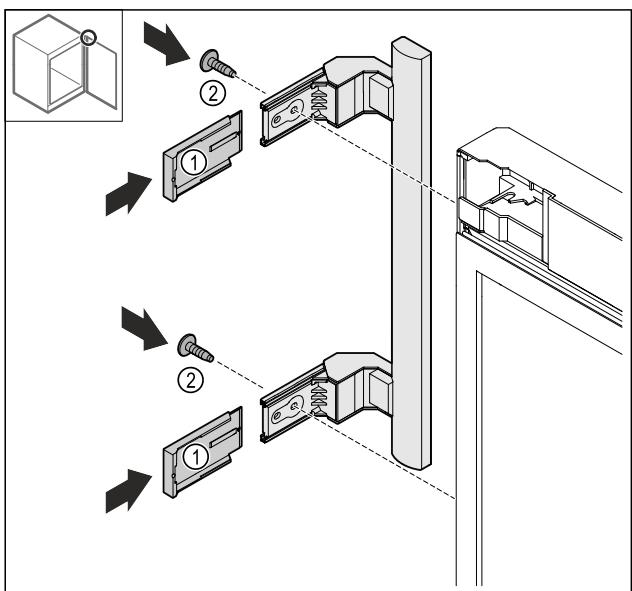

Fig. 26
- Нахлузете капаците Fig. 26 (1).